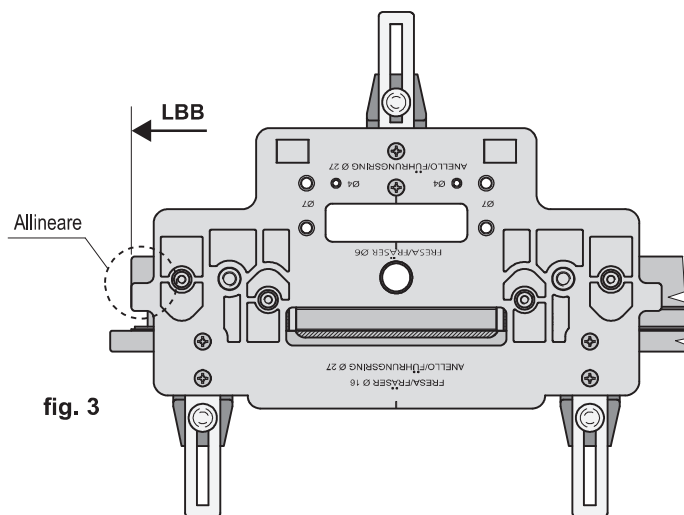

fig. 3
- 2) Posizionare la dima art. M02030.00.01 (a) sul traverso superiore del battente scorrevole allineandola allo spigolo della battuta del canalino ferramenta (fig. 3).